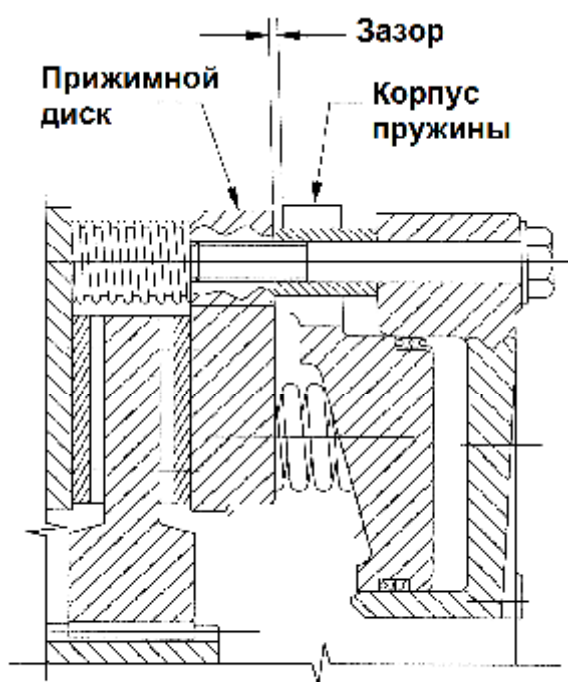

Рисунок 5
На блоках с одинарным и двойным диском, смену фрикционных материалов необходимо производить, когда степень износа дойдет до дна паза на фрикционной разметке. Как показано на Рисунке 4, на двойных дисковых тормозах требуется регулировка при износе, когда фрикционный материал израсходован примерно наполовину. Для определения времени возникновения необходимости в регулировке измерьте зазор между креплением пружины (16) и прижимным диском (14) при присоединенном тормозе, см. рис. 5. Если величина зазора равна или превышает величину X (Табл. 7), и ни один